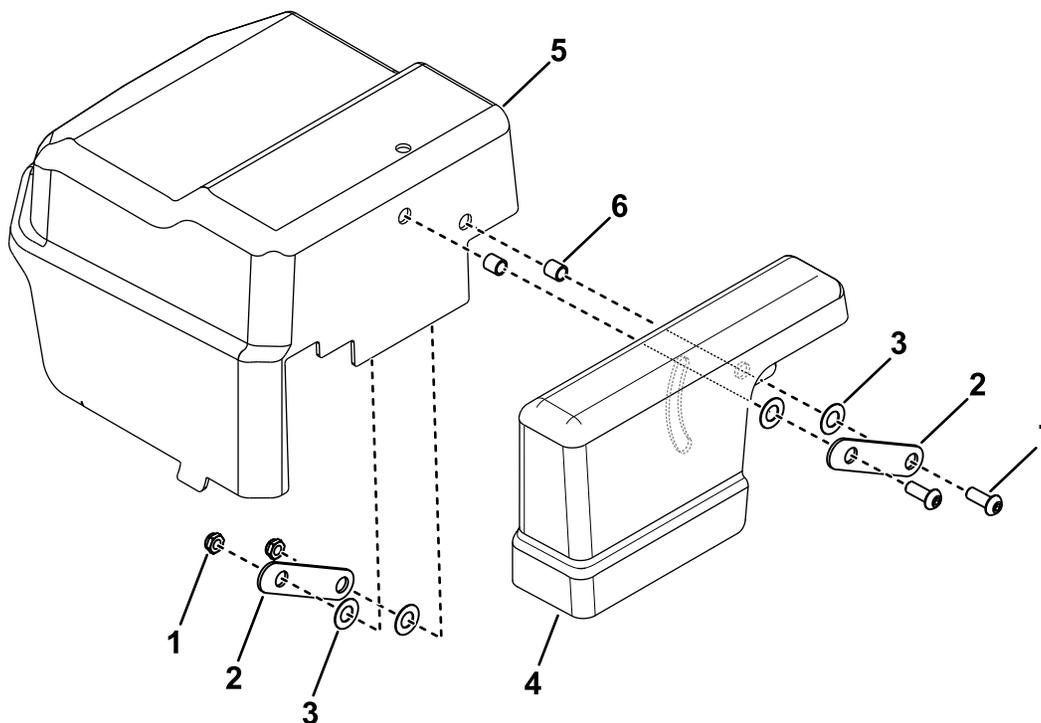

Figure 3
2. Fixez le couvercle du port de charge sur le couvercle gauche à l'aide de 2 vis, 2 écrous, 2 barres de pivot, 4 rondelles et 2 entretoises (Figure 3).